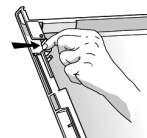

Fig. 3
1. Fjern dekselet over seksjonen ved å løsne på de to sidestopperne under (se Fig. 3)